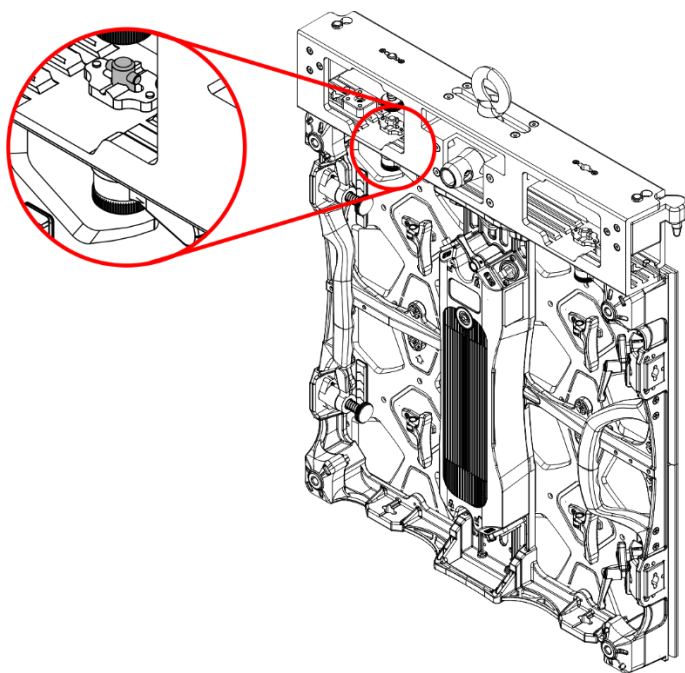

Fig. 34
- 04) Asegúrese de que los pernos están apretados firmemente en la **abertura del cierre rápido (07)** de la parte inferior del dispositivo como se muestra en la Fig. 34.